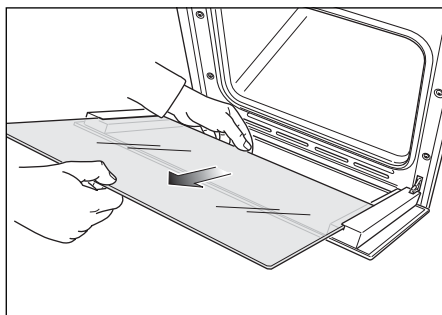

Fig. 40e
- Sortez en douceur la vitre intérieure (Fig. 40e).